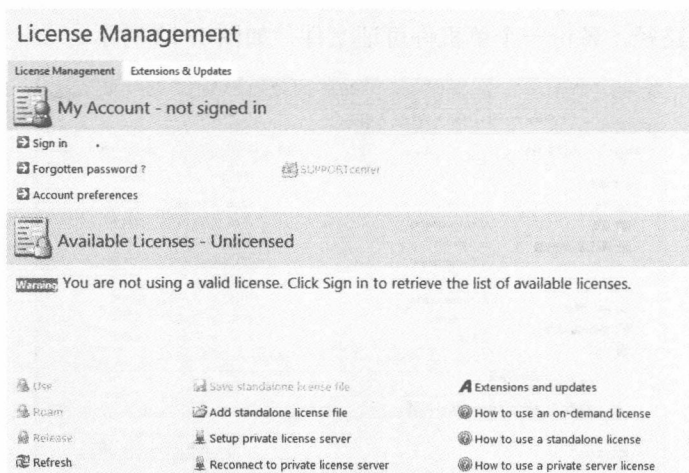

图 1-9 未激活状态界面
2) 第一次启动后，所用软件的名称、激活码等参数都显示在“Available License—Unlicensed”区域中。同时，以红色显示“You are not using a valid license. Click Sign in to retrieve the list of available licenses.”，提示用户尚未使用有效许可激活软件，如图 1-9 所示。